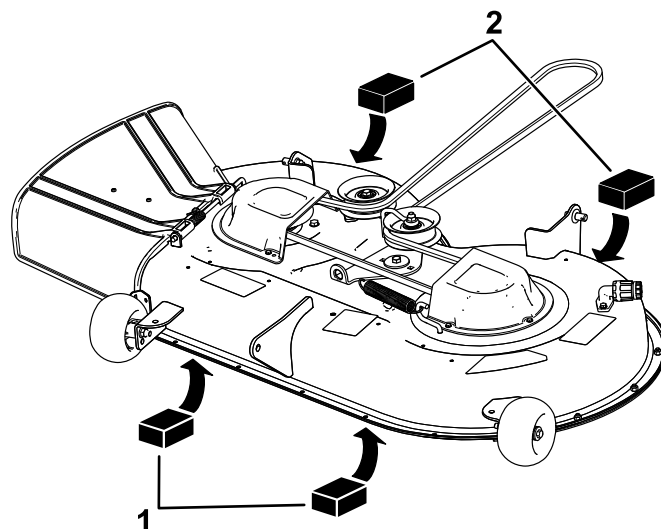

Figure 65
4. Placez 2 cales de 6,6 cm d'épaisseur chacune sous chaque côté du bord avant du plateau de coupe, mais pas sous les supports des galets anti-scalp (Figure 65).
5. Placez deux cales de 7,3 cm d'épaisseur chacune sous le bord arrière de la jupe du plateau de coupe, une de chaque côté (Figure 65).